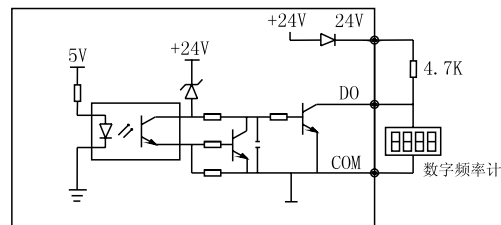

图 3-15 输出端子DO连接方式
2) 数字脉冲频率输出DO可使用变频器内部的24V电源，接线方式请参见图3-15。